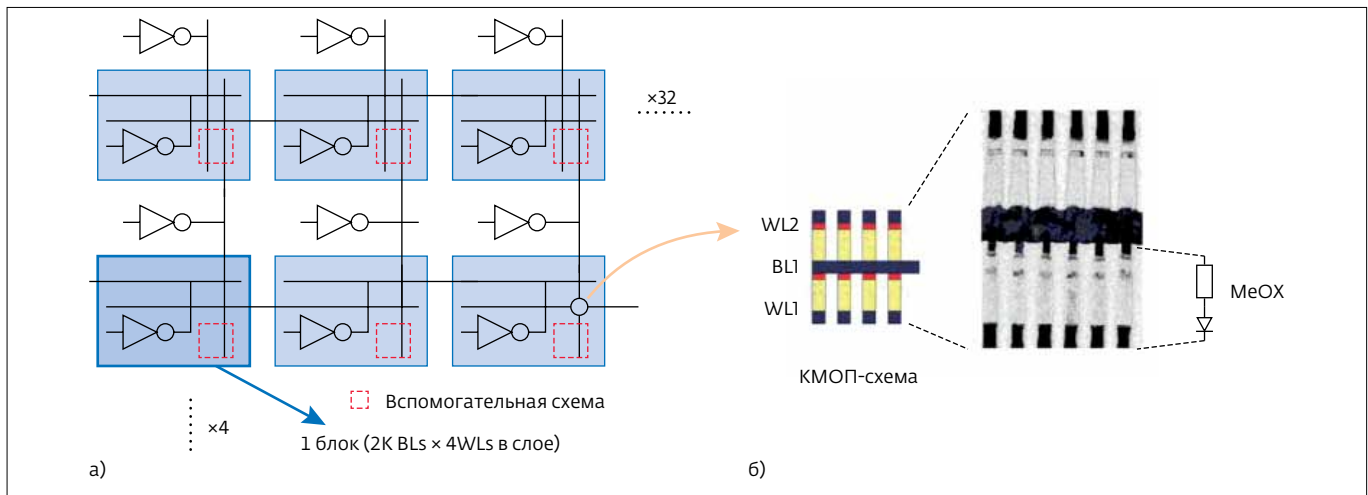

Рис.10. Архитектура сегмента памяти (а) и структура ячейки памяти (б)
Привлекательность развивающихся альтернативных NAND-флеш схем памяти – способность выдерживать большое число циклов записи/считывания и малая удельная стоимость единицы информации. Но по объему хранимых данных они все еще существенно уступают флеш-памяти (см. рис.6), емкость которых, как показал доклад компании Micron Technology на IEDM, достигла 128 Гбит. Поэтому как крупное техническое достижение оценивается представленная на ISSCC 2013 схема ReRAM емкостью 32 Гбит совместной разработки компаний SanDisk и Toshiba (до этого наибольший объем памяти ReRAM составлял 64 Мбит для схемы компании Unity Semiconductor, представленной на ISSCC 2010\*) [15]. Микросхема на основе оксидов переходных металлов, выполненная по 24-нм технологии, содержит два слоя 16-Гбит памяти, ячейка памяти – одну числовую шину (WL), резисторный элемент хранения данных, разрядную шину (BL) и вторую числовую шину (рис.10). Резисторный элемент памяти и диодный дешифратор размещены под точками пересечения числовой и разрядной шин и над усилителем считывания, буфером страниц и стабилизатором напряжения. Размер ячейки составляет